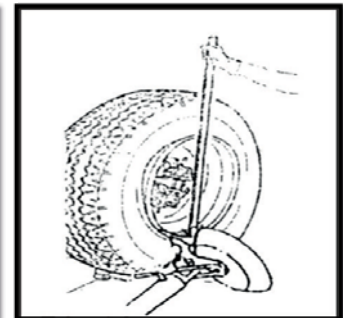

Рис. 10-4
8. Переведите рукоятку инструментальной консоли к внутренней части шины, установите диск рядом с бортом, вращайте колесо против часовой стрелки, чтобы полностью снять внутренний борт шины с колеса (рис. 10-4).